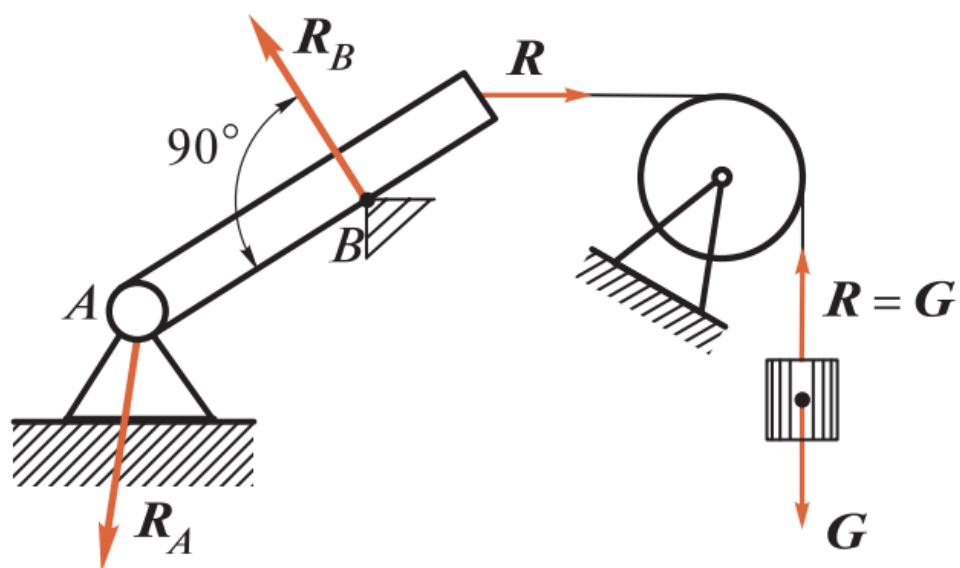
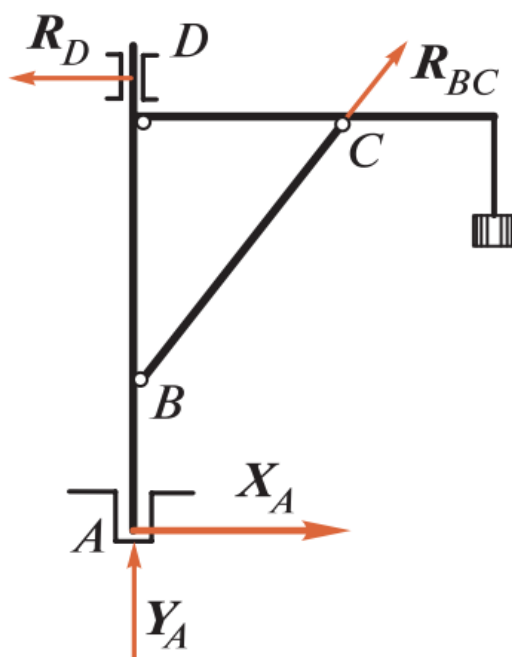

Рис. 1.8
Рис. 1.9
3. *Закрепленная точка или ребро угла* (рис. 1.8, ребро B). В этом случае реакция \mathbf{R}_B
4. Гибкая связь (см. рис. 1.8). Реакция \mathbf{R} гибкой связи не дает телу лишь удаляться от точки подвеса и поэтому направлена *вдоль связи от тела к точке подвеса*. Из рис. 1.8 видно, что гибкая связь, перекинутая через блок, изменяет направление передаваемого усилия (натяжения нити).
5. *Идеально гладкий цилиндрический шарнир* (см. рис. 1.8, шарнир А; рис. 1.9, подшипник D). В этом случае заранее известно только, что реакция \mathbf{R}_A *проходит через ось шарнира и перпендикулярна этой оси*, так как шарнирное соединение допускает вращение вокруг оси, но не допускает никаких перемещений тела, перпендикулярных этой оси.
7. *Идеально гладкий подпятник* (рис. 1.9, подпятник А). Подпятник можно рассматривать как сочетание цилиндрического шарнира и опорной плоскости, поэтому будем
8. *Стержень, закрепленный двумя концами в идеально гладких шарнирах и нагруженный только по концам* (рис. 1.9, стержень BC). В этом случае реакция стержня, согласно аксиоме III, может быть направлена только по линии BC , т. е. *по прямой, соединяющей оси шарниров*.